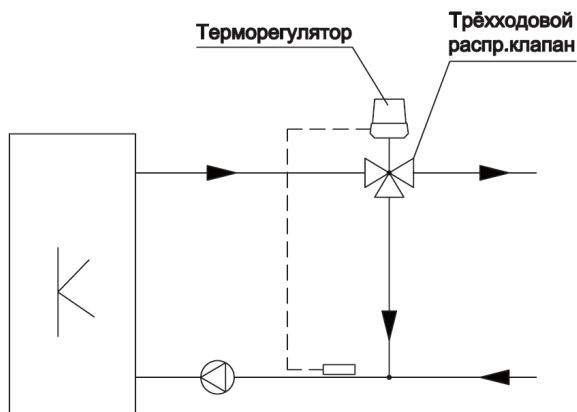
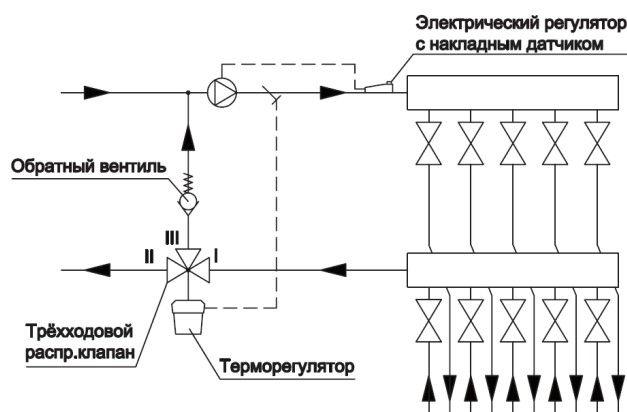

рис. 1
рис. 2
4.1. Термостатический клапан трехходовой разделительный может быть установлен в любом положении, горизонтально или вертикально. Важно, чтобы клапан был доступен для обслуживания. В зависимости от установки клапан работает как разделитель (рекомендуется, рис. 1) или смеситель (допускается при малых остаточных напорах насосов, рис. 2).